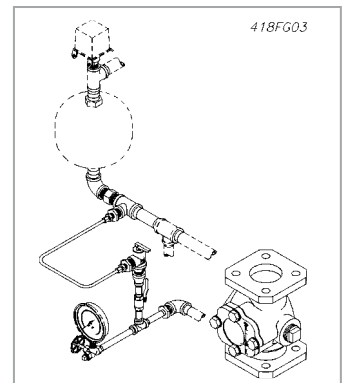

Fig. 3
- Presión variable con apertura de drenaje cerrada. Requiere retardo. Este juego de internos se emplea donde varían las presiones de alimentación del agua. El drenaje de la cámara de retardo y la línea de alarma mecánica del rociador se realiza a través de una conexión cerrada con retención que va a la línea de drenaje de 1¼". Sólo se precisa de una conexión de drenaje. Cada juego de internos permite la instalación horizontal o vertical. Todos los juegos de internos pueden dotarse de un kit de interno opcional para el alivio de presión (fig. 3, aparece el tipo de cierre de drenaje retardado).